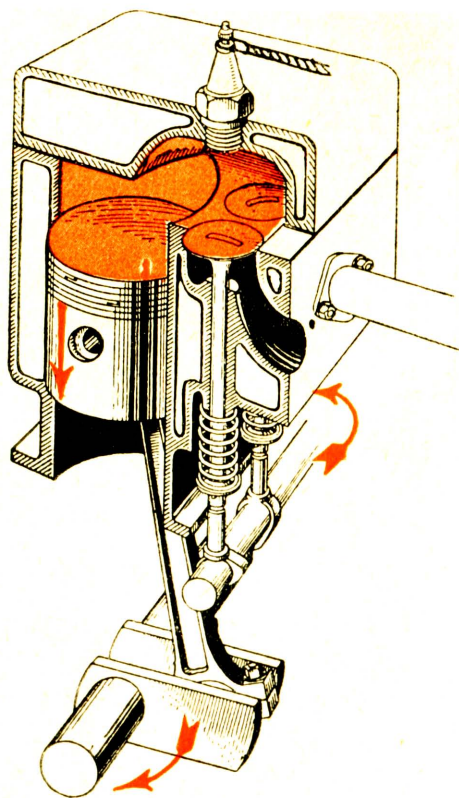

Рис. 6. Рабочий сув.
3. **Сує робочий (експансія).** Сила вибуху спихає толок вниз, і за посередництвом хитуна обертає колінчастий вал так, що дальший оборот корбою є не потрібний (рис. 6). Толок доходить до долішнього мертвого положення, а вихлипний хлипак відчиняється.